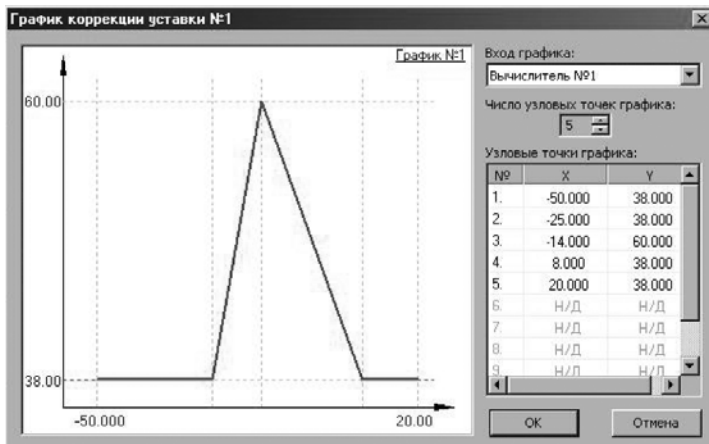

Рисунок 5.9 – Вид окна задания параметров графика обратной воды
- 2) Появится окно (рисунок 5.9), в котором можно изменить координаты графиков.